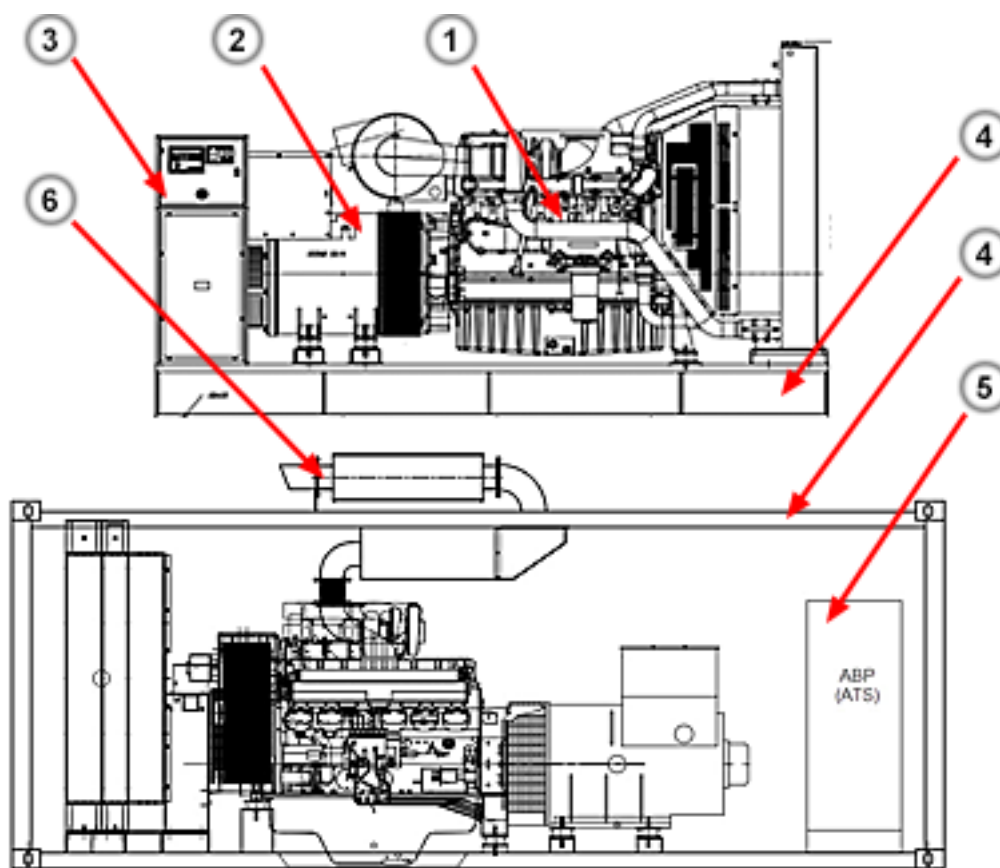

Рис. 1.
- Дизельный двигатель, включая подсистемы (подача воздуха и топлива, охлаждение) [Поз. № 1, Рис. 1];
- Синхронный генератор переменного тока – Альтернатор [Поз. № 2, Рис. 1];
- Система автоматического контроля, мониторинга и управления генераторной установкой [Поз. № 3, Рис. 1];
- Система крепления оборудования (рама, контейнер или кожух), выполняющая дополнительные функции (шумоизоляции, защиты от воздействия факторов внешней среды и т.д.) [Поз. № 4, Рис. 1];
- Автомат ввода резерва (АВР) или Автоматическая трансфер панель, по-английски Automatic Transfer Panel (ATS), осуществляет непосредственную коммутацию нагрузки либо на питание от электросети, либо от дизельной электростанции [Поз. № 5, Рис. 1];
- Глушитель для отвода отработанных газов [Поз. № 6, Рис. 1];